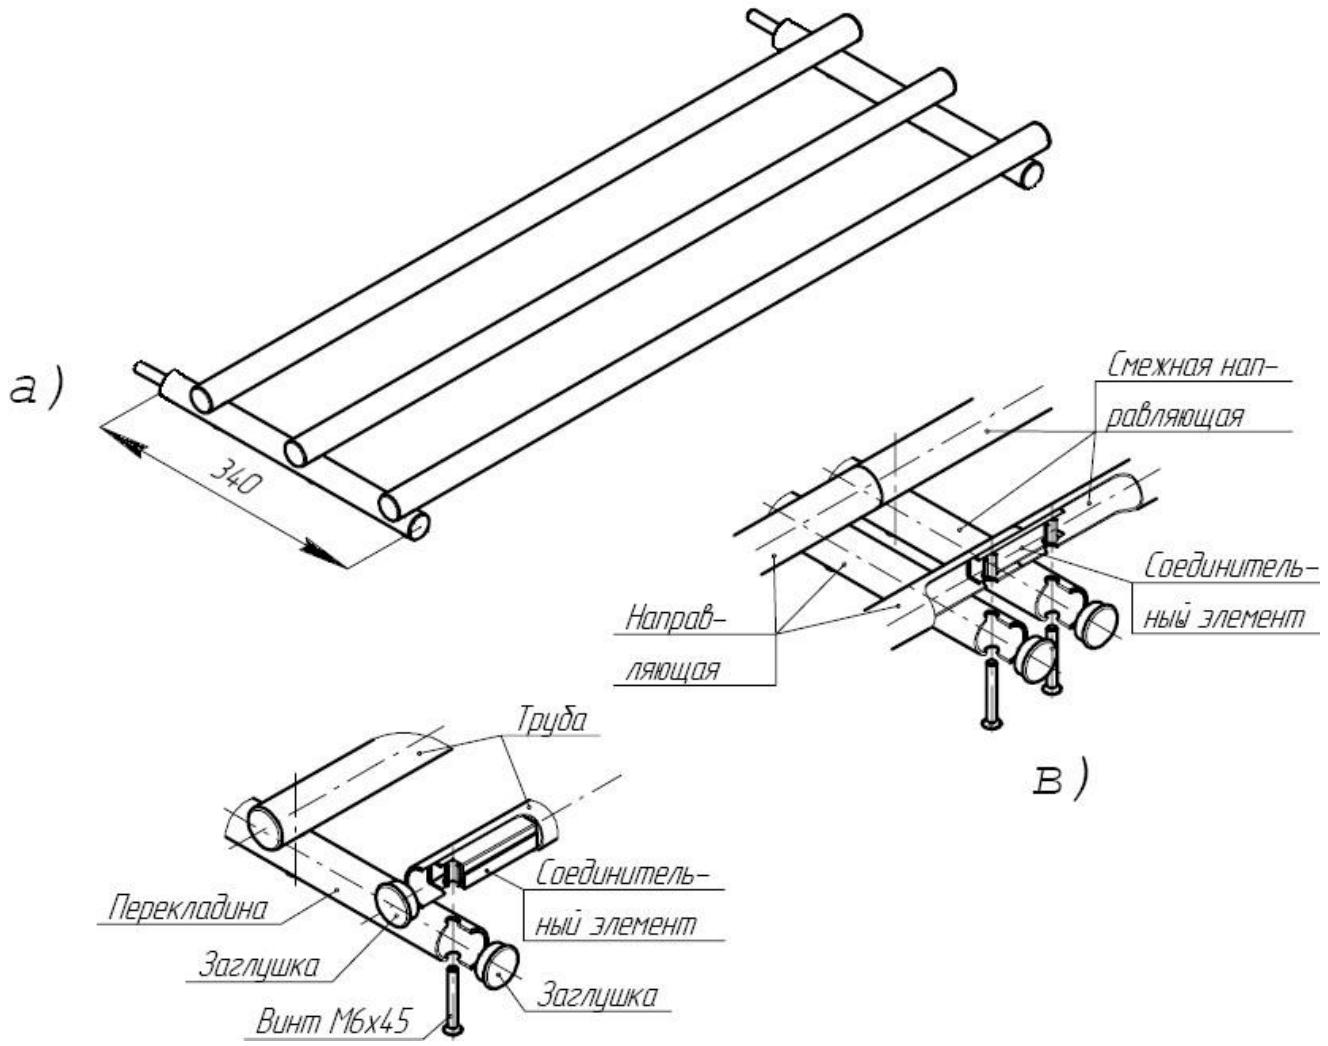

Рис. 7. Направляющая для подносов
После сборки в ЛР обеспечивается жесткое соединение соседних направляющих с минимальным отклонением труб от их соосности, что придаёт всей линии исключительную устойчивость к случайному смещению и опрокидыванию. На рис. 7 приведена схема сборки направляющей.
– каждую из труб последовательно приложите к поперечинам так, чтобы их монтажные отверстия совпали и трубы были параллельны столешнице изделия; вставьте снизу винты M6x45 в отверстия поперечин и вверните их в резьбовые отверстия соединительных элементов (рис. 7б и 7в). Соединительные элементы нужно предварительно вставить в трубы резьбовыми отверстиями вниз (расположение соединителей внутри труб зависит от наличия/отсутствия смежного изделия из ЛР) после извлечения торцевых заглушек.